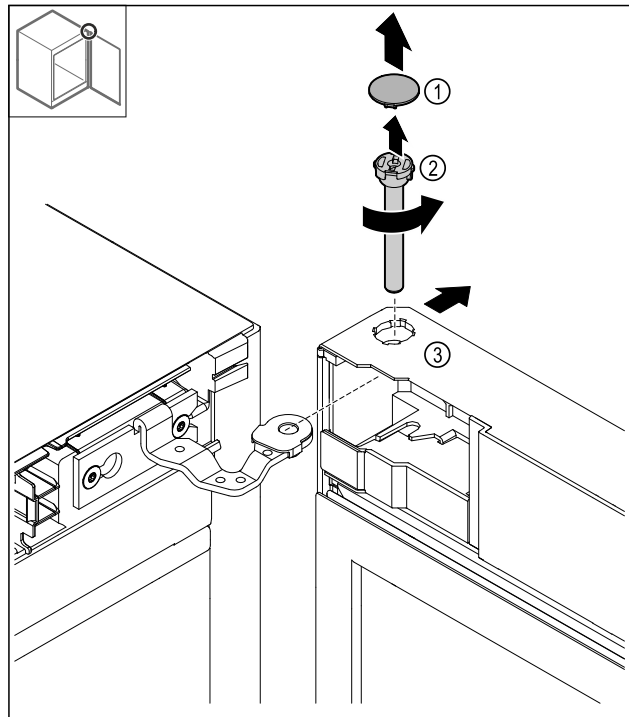

Fig. 18
- ▶ Αφαιρέστε το κάλυμμα Fig. 18 (1).
- ▶ Λύστε τον πείρο Fig. 18 (2) αριστερόστροφα και τραβήξτε τον έξω.
- ▶ Γείρετε ελαφρώς την πόρτα Fig. 18 (3).